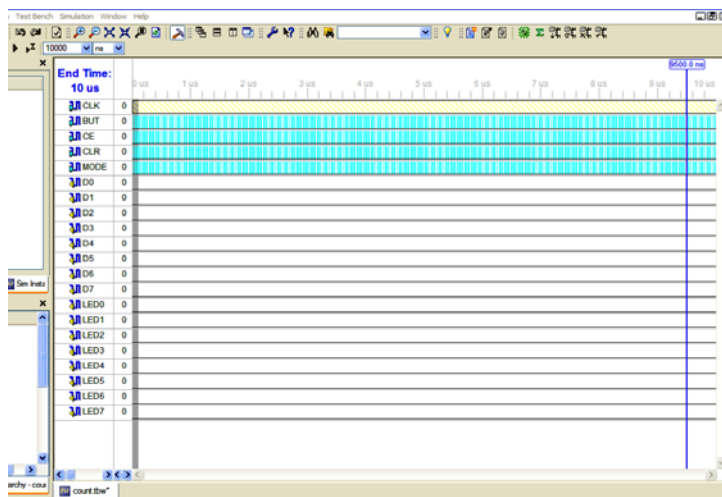

Рис. 19. Окно задания тестовых сигналов
9. В открывшемся окне (рис. 19) представлены все заданные ранее входные и выходные сигналы. Затененные области, предшествующие нарастающему фронту *CLK*, соответствуют времени установления входных сигналов (*Input Setup Time*) в диалоговом окне *Initialize Timing*.